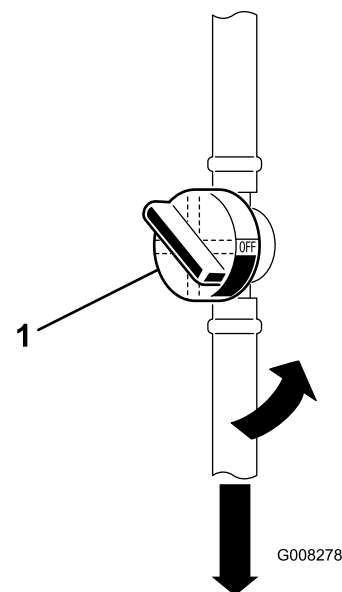

Figura 31
5. Chiudete la valvola di intercettazione del carburante (Figura 31).
7. Premete le estremità delle fascette stringitubo ed allontanatele dal vecchio filtro del carburante (Figura 31).